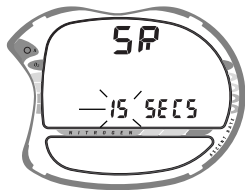

Fig. 38 - Einstellung
- Die Anzeigen **SR** und **SECS** erscheinen, der Zeitwert für das Speicherintervall blinkt (Abb. 38).